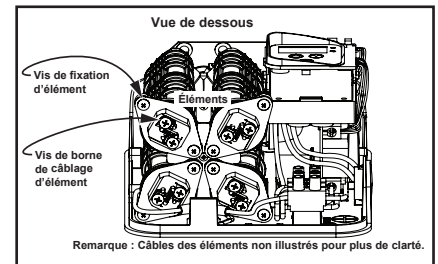

Figure 12 - Vue de dessous, élément(s).
- 1 En observant le dessous de l'appareil après avoir enlevé de capot avant, prendre le temps de noter la façon dont les éléments sont installés. Voir Figure 12.